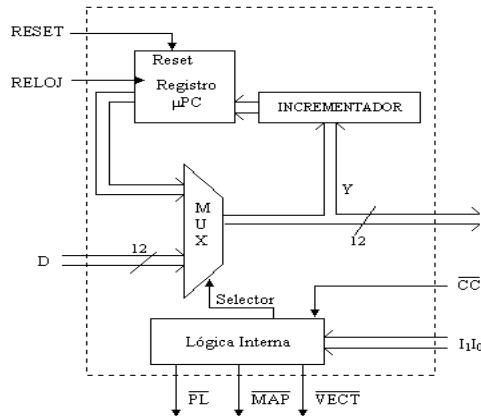

Figura 1. Diagrama de bloques interno de un secuenciador básico.
1.- La figura 1 muestra el diagrama de bloques de un secuenciador básico. Como se puede observar en el diagrama, la dirección del estado siguiente, dada por el bus Y, puede venir de dos lugares posibles: 1) del registro  $\mu$ PC, ó 2) de la entrada D.